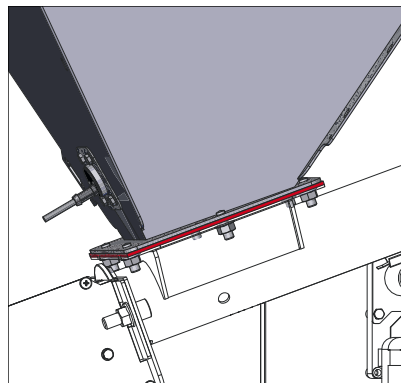

Fig. 39 Vorratsbehälter mit 6 Stk. Mutter M8 **vorerst nur handfest anschrauben**
- Vorratsbehälter mit 6 Stk. Flanschmutter M8 auf Flanschplatte **vorerst nur handfest anschrauben** – Fig. 39.